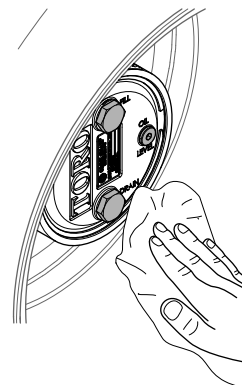

Figura 109
- Limpie los alojamientos del freno y de los engranajes planetarios (Figura 109).